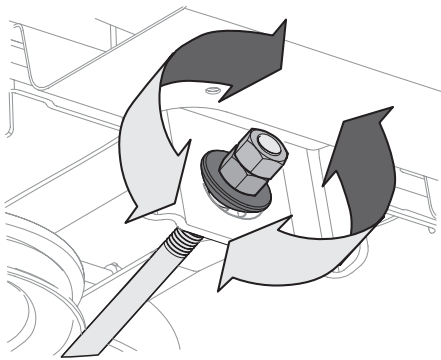

Figura 29
- Para **elevar** el frente de la plataforma, afloje la tuerca exterior y luego apriete (rosca hacia adentro) la tuerca interior contra el soporte de suspensión delantera. Consulte la Figura 29. Cuando se logre el torque correcto, vuelva a apretar la tuerca exterior hasta 25-30 pies-libras (34-41 N-m).
- Para **bajar** el frente de la plataforma, afloje la tuerca exterior y luego afloje (rosca hacia afuera) la tuerca interior, alejándola del soporte de suspensión delantera. Consulte la Figura 29. Cuando se logra el ajuste correcto, vuelva a apretar la tuerca exterior.